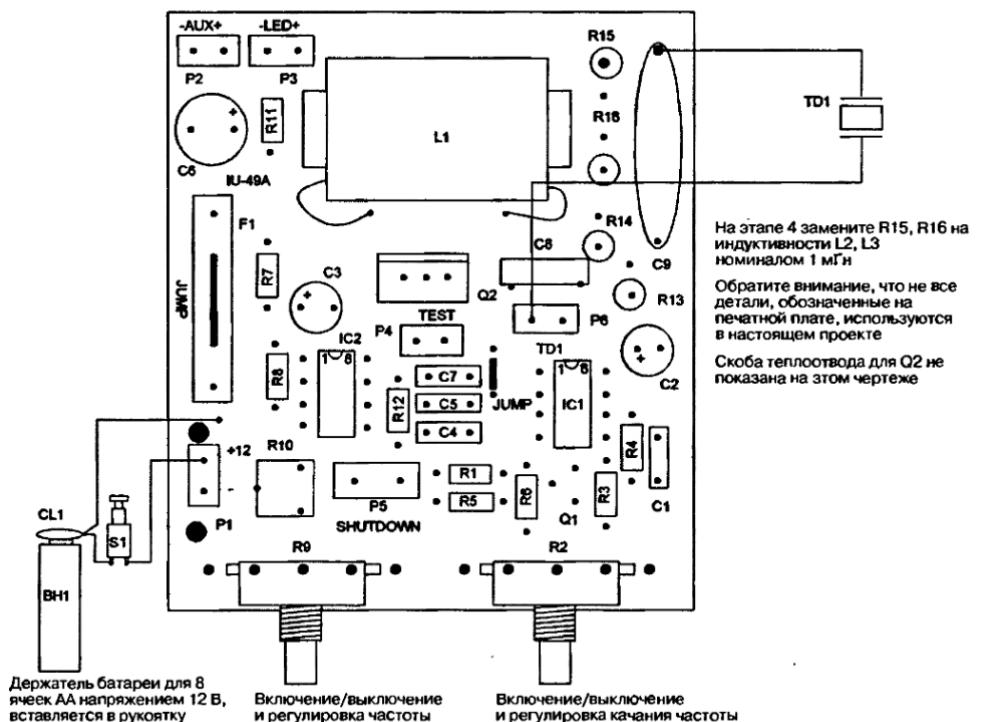

Рис. 27.3. Сборка устройства с использованием печатной платы
2. Сборка устройства при использовании печатной платы с разводкой печатными проводниками PCB, которую можно приобрести через сайт [www.amasing1.com](http://www.amasing1.com), показана на рис. 27.3. Плату PCB можно купить как опцию для недостаточно подготовленных или нетерпеливых любителей, а опытные любители могут использовать макетную плату с перфорацией отверстий и соединять компоненты между собой согласно принципиальной схеме гибким проводом. Используйте расположение компонентов на рис. 27.3 как образец для определения места расположения компонентов на вашей макетной плате и соединения их между собой по схеме. Отдельные выводы компонентов будут использоваться в качестве